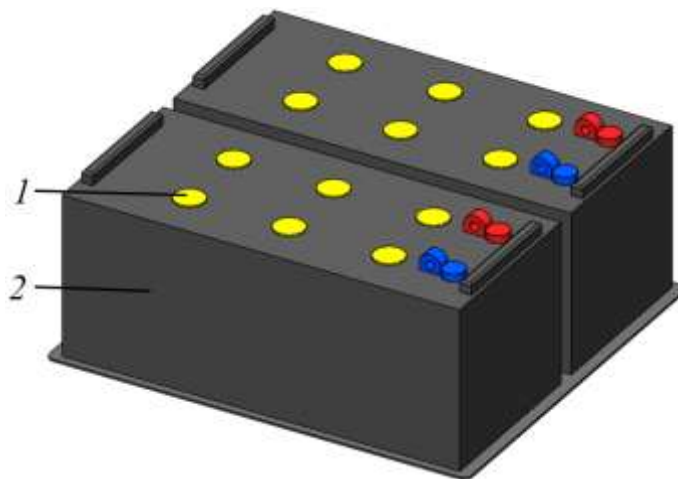

Рисунок 5.50. Аккумуляторная батарея
- ▶ Открыть пробки наливных горловин во всех отсеках (для открытия вращать пробку против часовой стрелки) аккумуляторной батареи, рис. 5.50.